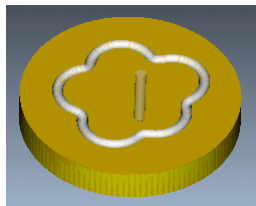

图 3.6.13 动态仿真
Step1. 在“轨迹”操控板中，单击按钮，系统弹出“VERICUT 7.1.5 by CGTech”窗口，单击按钮，运行结果如图 3.6.13 所示。